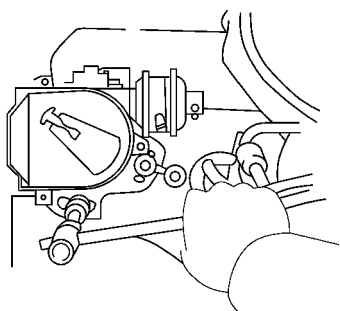

图 5-34 检查分电器转子的方向
2) 检查分电器转子的方向是否如图 5-34 所示一样，若不对，则再转动曲轴带轮一圈。
(3) 拆下分电器。旋下两个压紧螺栓，从气缸盖拉出分电器。